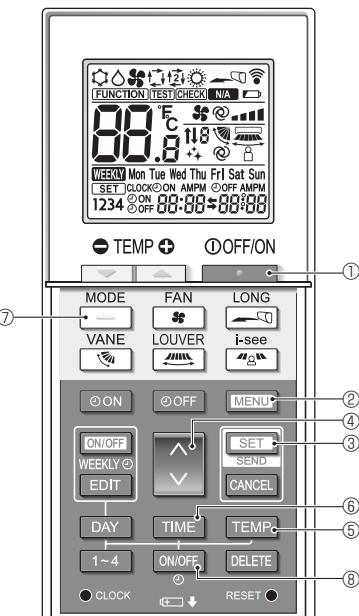
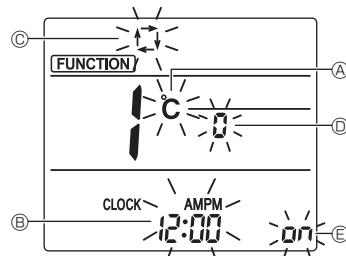
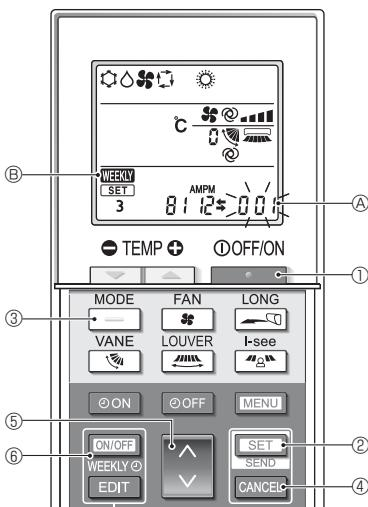

Fig. 4-10
Fig. 4-11
Fig. 4-12
- 1.Tryk på **—**-knappen ① for at stoppe klimaanlægget.
- 2.Tryk på **[MENU]**-knappen ②.
- Skærmen til funktionsindstilling vises, og funktionsnr. Ⓐ blinker. (Fig. 4-10)
- Kontrollér, at funktionsnr. "1" vises, og tryk derefter på **[SET]**-knappen ③.
- Indstillingsskærmen til skærmvisning vises. (Fig. 4-11)
- Tryk på **↑**-knappen ④ for at ændre funktionsnr.
4.12.2. Ændring af temperaturenheden (Fig. 4-11 Ⓐ)
- Tryk på **[TEMP]**-knappen ⑤.
- Hver gang der trykkes på **[TEMP]**-knappen ⑤, skifter indstillingen mellem **°C** og **°F**.
4.12.3. Ændring af tidsvisningen (Fig. 4-11 Ⓑ)
- Tryk på **[TIME]**-knappen ⑥.
- Hver gang der trykkes på **[TIME]**-knappen ⑥, skifter indstillingen mellem **12:00** AMPM og **24:00**.
4.12.4. Ændring af AUTO-tilstanden (Fig. 4-11 Ⓒ)
- Tryk på **—**-knappen ⑦.
- Hver gang der trykkes på **—**-knappen ⑦, skifter indstillingen mellem **⌚** og **⌚⌚**.
4.12.5. Ændring af parnummeret (Fig. 4-11 Ⓓ)
- Tryk på **↓**-knappen ⑧.
- Hver gang der trykkes på **↓**-knappen ⑧, skifter parnummeret 0-3.
- Tryk på **[ON/OFF]**-knappen ⑨.
- Hver gang der trykkes på **[ON/OFF]**-knappen ⑨, skifter indstillingen mellem **on** og **off**.
- Tryk på **[SET]**-knappen ⑩.
- Funktionsnummeret Ⓐ blinker. (Fig. 4-10)
- Tryk på **[MENU]**-knappen ⑪.
4.12.8. Deaktivering af Auto-tilstanden (Fig. 4-12)
- Hvis ugetimeren er aktiveret, skal du trykke på **[ON/OFF]**-knappen ⑫ for at deaktivere timeren. **(WEEKLY)** Ⓐ forsvinder.
- Tryk på **[SET]**-knap ⑬ i 5 sekunder.
- Tryk på **↓**-knappen ⑭.
- Gennemførelse af indstillingerne (Fig. 4-12)
- Tryk på **[SET]**-knap ⑮ i 5 sekunder.